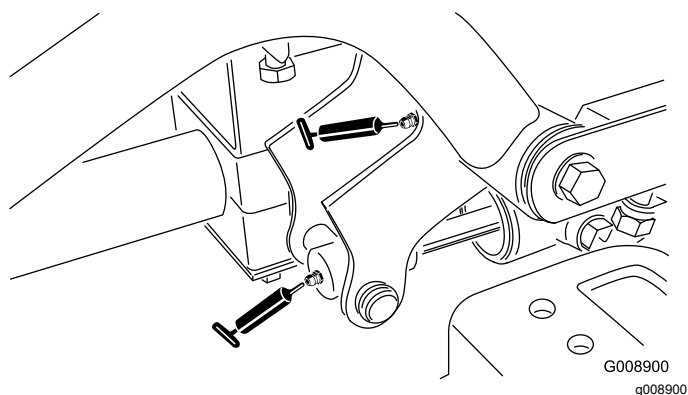

Рисунок 40
- Два правых передних шарнира подъемного рычага и подъемного цилиндра (Рисунок 40)